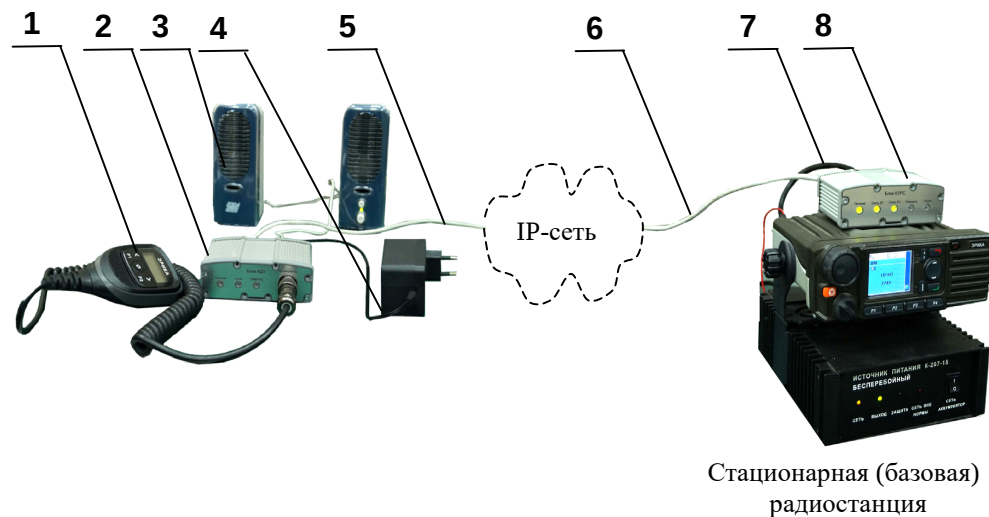

Рисунок 1
1.3.1 В состав СДУ входят (рисунок 1):